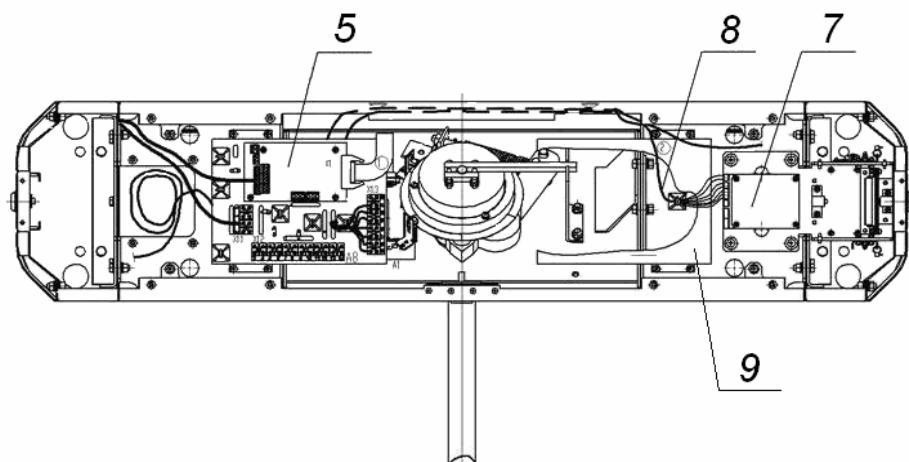
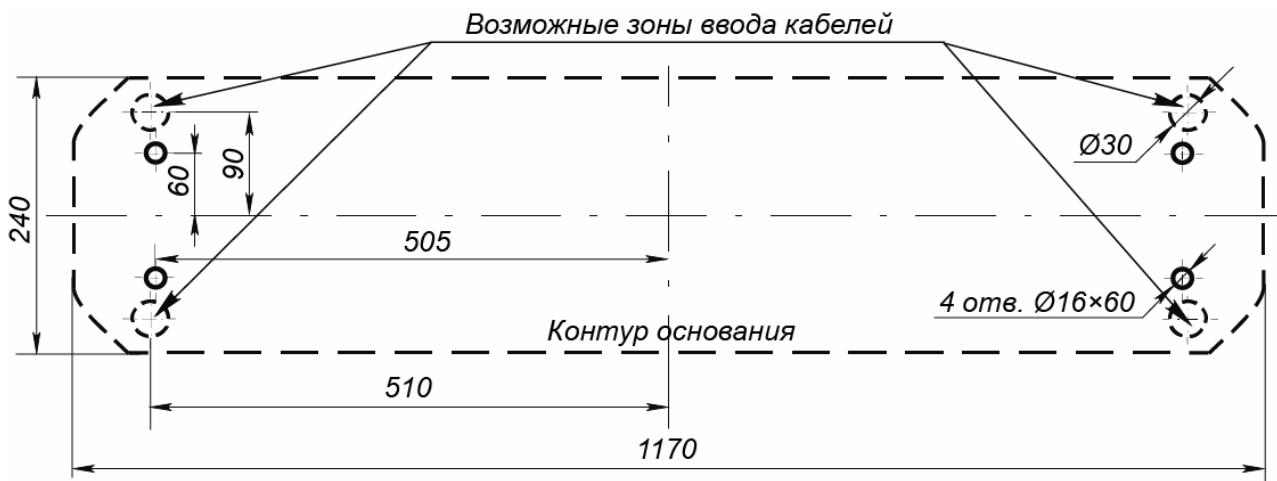
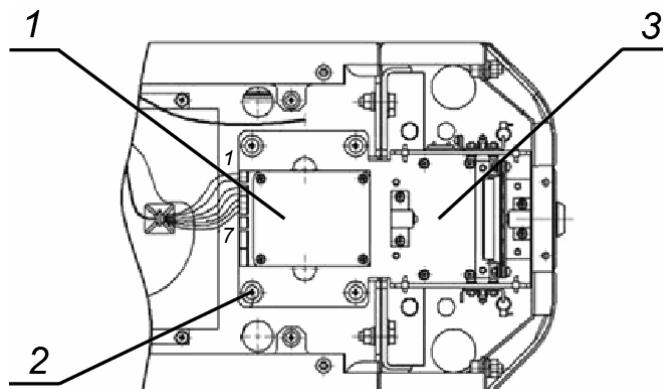

Рисунок 13 Схема прокладки кабелей в стойке турникета
Рисунок 14 Схема разметки для установки стойки турникета
Рисунок 15 Механизм картоприемника
- 2 Подготовьте в полу отверстия под гильзы анкеров для крепления стойки турникета согласно схеме, приведенной на рис. 14. При необходимости прокладки кабелей под поверхностью пола подготовьте в полу кабельный канал, подходящий к зоне ввода этих кабелей в стойку турникета. Установку и крепление стойки производите после прокладки всех кабелей в кабельном канале и внутри стойки. Прокладка кабелей внутри стойки показана на рис. 13.
Для переустановки механизма картоприемника (3, рис. 15) на противоположную сторону, т.е. на сторону считывателя №2 (см. рис. 13), необходимо выполнить следующие действия (номера позиций даны в соответствии с рис. 2.):
- 1 Снимите крышку (3) в порядке, указанном в разд. 6;
- 2 Извлеките контейнер картоприемника (12), открыв замок (13) (см. п. 9.4);
- 3 Извлеките заглушку (14) с противоположной стороны, открыв замок (15);
- 4 Демонтируйте торцевые крышки (9, 10); каждая крышка крепится двумя винтами M4×16 и двумя шурупами Ø4,2×19 снизу со стороны контейнера (12)
- или заглушки (14); кабели считывателей, находящихся внутри торцевых крышек, не отсоединяйте;
- 6 Демонтируйте заглушку (11) из торцовой крышки (9) и установите ее в торцовую крышку (10); заглушка крепится двумя шурупами Ø2,9×9,5;
- 7 Отсоедините кабель картоприемника (8, рис. 13) со стороны платы картоприемника;
- 8 Демонтируйте механизм картоприемника (поз.3, рис. 15, – крепится четырьмя винтами M5×20, поз. 2, рис. 15) и установите его на противоположную сторону турникета, закрепив на аналогичное место этими же винтами;
- 9 Переложите кабель картоприемника (8, рис. 13) на сторону считывателя №1. Для фиксации кабеля используйте самоклеющиеся площадки и неоткрывающиеся стяжки входящие в комплект поставки;
Конструкцией турникета предусмотрена возможность установки платы контроллера СКУД внутрь корпуса турникета. Установка платы осуществляется на кронштейн (поз. 9, см. рис. 13). Максимальный допустимый размер устанавливаемой платы контроллера 160×150×35 мм.